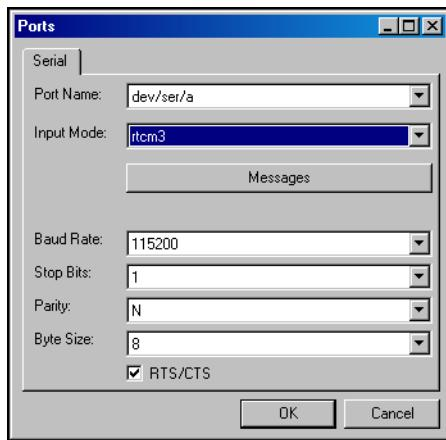

Рис. 3-17. Настройка портов
13. Для RTK съемки нажмите **Ports**, введите параметры COM порта, затем нажмите **OK** (Рис. 3-17 на стр. 3-18).